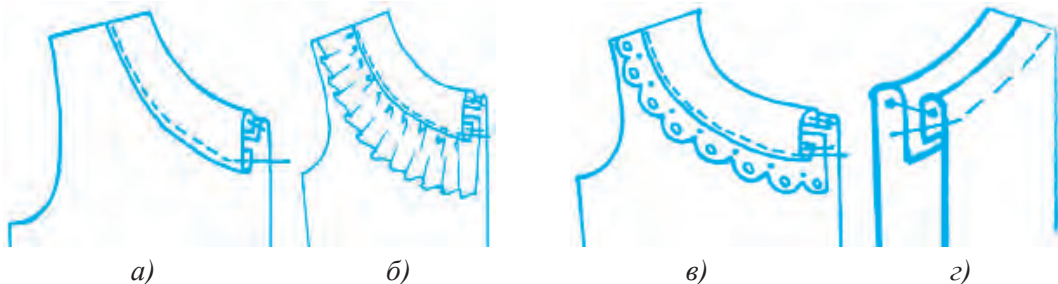

Рис.49. Способы обработки выреза горловины.
Обработка горловины шеи планкой (рис. 49 а).
4. Планку можно отделать кружевом, воланом (рюшкой) (рис.49, б, в). Воланы подготавливаются путем прокладывания двух рядов прямых строчек, затем накладываются лицевой стороной к краю лицевой стороны планки и прошиваются стачным швом на универсальной машине. Оформленную планку, также как и простую планку, соединяют с изделием, отлетные срезы планки с кружевом подгибаются и сметываются. Затем от края планки на расстоянии 0,1–0,2 см прокладывается настрочной шов.
Если кокетка шьется с подкладкой, подклад и кокетка соединяются лицевыми сторонами так, чтобы совпадали линии плеча и центральные линии, закрепляются булавками и прошиваются, срез горловины шеи сметывается вручную. Затем прокладывается стачной шов шириной шва в 1,0 см. На припусках делают небольшие надрезы. Кокетка выворачивается и направляя припуск в сторону подклада прокладывается отделочная строчка (рис.49, е).